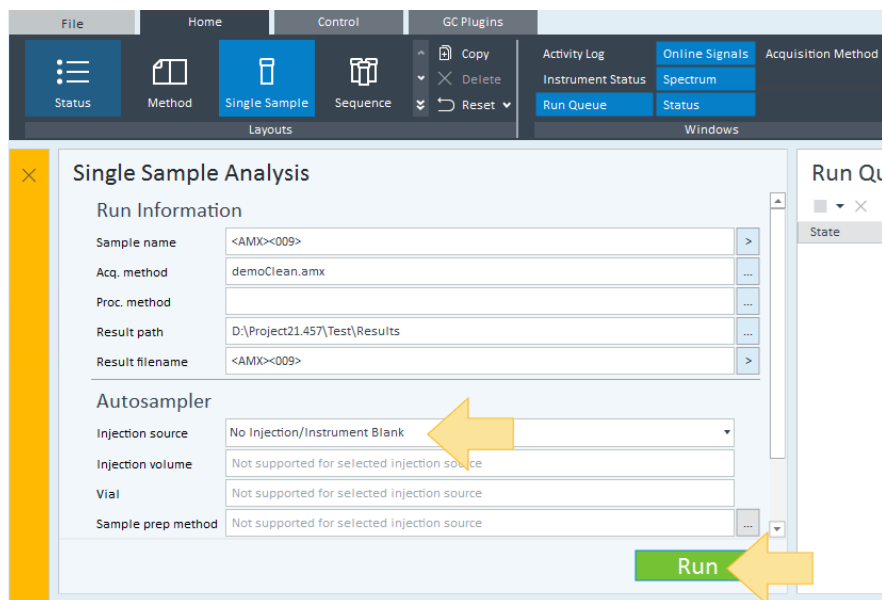

図 30. [シングルサンプル] ウィンドウ
- 8 [注入ソース] では [注入なし / ブランクラン] を選択します。このモードにより、サンプルを注入することなく、GC と MS の両方で指定のメソッドを実行することができます。（112 ページの 図 30 を参照してください）。